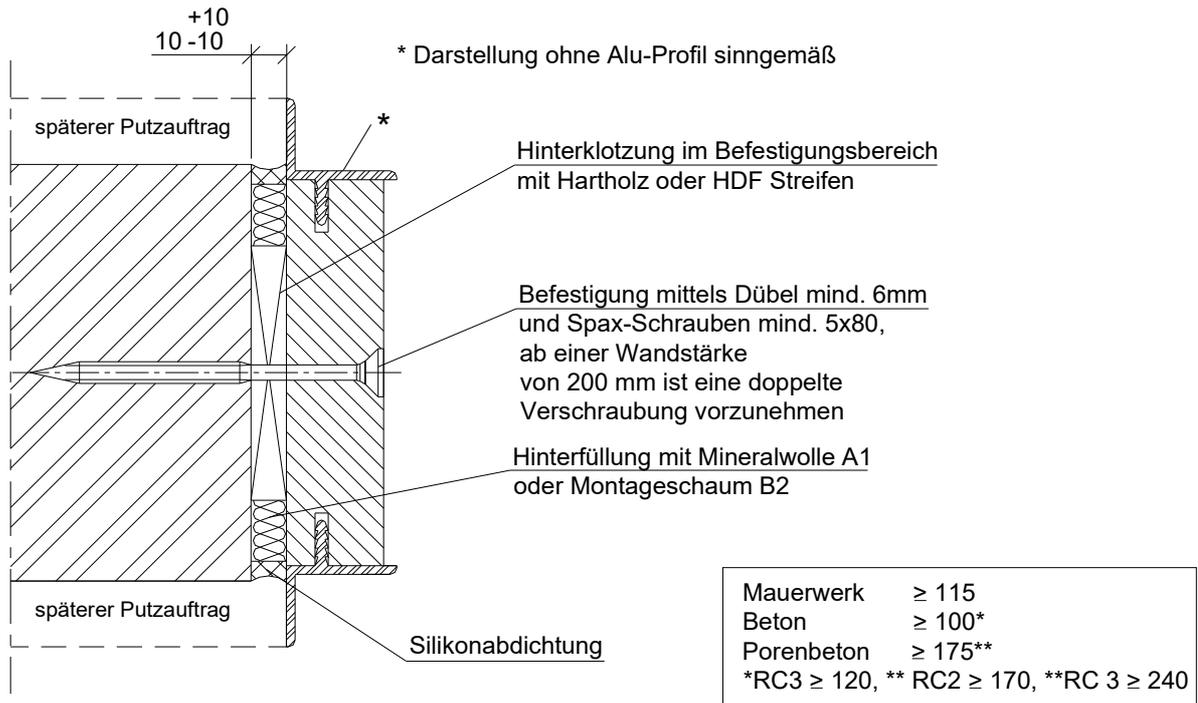

Abbildung 3: Befestigung Unterkonstruktion an Massivwand / Porenbeton
- Die Befestigung an Massivwänden erfolgt mit Dübeln mind. 6 mm und Spax- Schrauben mind. 5x80 mm (Abbildung 3)